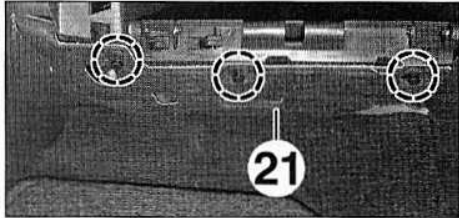

FIG.18
- Dégrafer et déposer la garniture inférieure droite de planche de bord (21), puis débrancher le connecteur de l'éclaireur de plancher. (Fig.18).